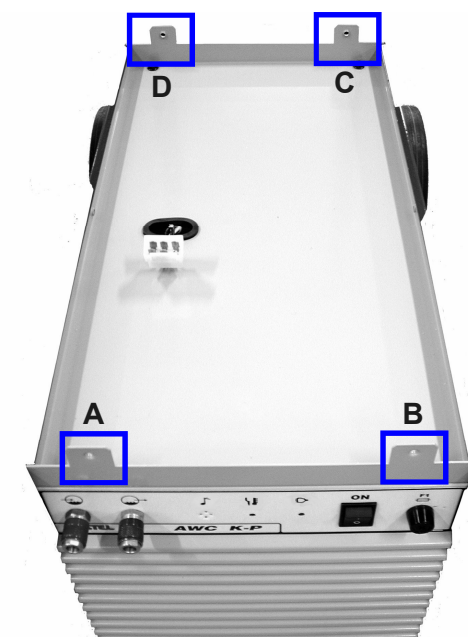

FIG. 1
- 1 - TAKE THE TROLLEY WITH THE AWC K-P COD. 605300000L (AS IN FIGURE 1).